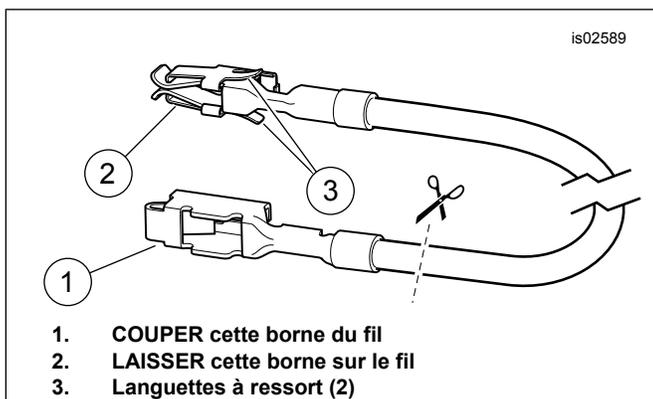

Figure 7. Fil adaptateur de bloc fusibles (Dyna et Softail)
- Voir Figure 16. Prendre le fil adaptateur orange/blanc (15) du bloc fusibles dans le kit. Bien noter la borne à chaque extrémité (Voir la figure 7.). Seule la borne avec les languettes à ressort convient au bloc fusibles. Couper avec soin la borne non utilisée du fil et la mettre de côté.
3. Voir Figure 16. Prendre le fil adaptateur orange/blanc (15) du bloc fusibles dans le kit. Bien noter la borne à chaque extrémité (voir Figure 7). Seule la borne avec les languettes à ressort convient au bloc fusibles. Couper avec soin la borne non utilisée du fil et la mettre de côté.